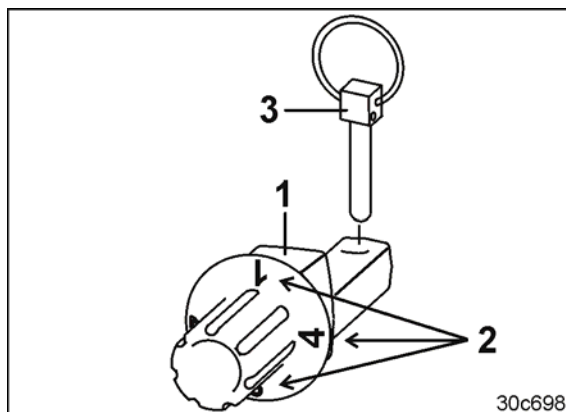

Fig. 83
Dybdereguleringsboltene skal efter hver omstilling låses med ringsplitten (Fig. 83/3).
7. Sørg for at sikre begge indstillingsstænger med ringsplitter (Fig. 83/3).
- Dybdereguleringsboltens kanter (Fig. 83/1) har dertil forskellige afstande og er markeret med tallene 1 til 4.
- jo større det tal (Fig. 83/2) er, der findes på (Fig. 47/3) bæreammen.